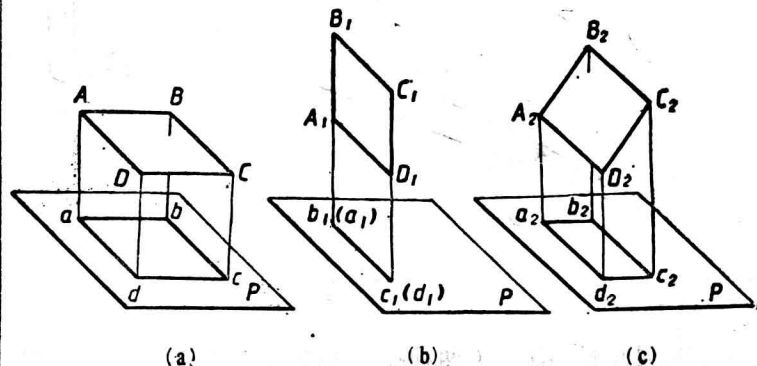

图1-5 平面的投影特性
空间平面相对投影面也有三种情况——平行、垂直、倾斜(图1-5)。
(1) 平面与投影面平行——投影反映真实形状〔图1-5(a)〕。
(2) 平面与投影面垂直——投影积聚成一条直线〔图1-5(b)〕。
(3) 平面与投影面倾斜——投影形状为缩小了的平面形的类似形〔图1-5(c)〕。